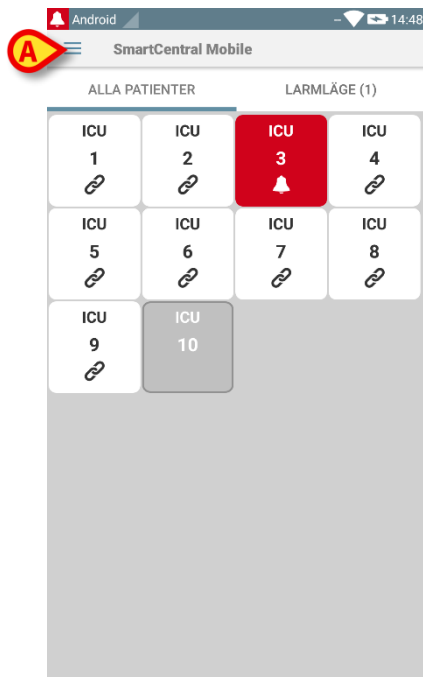

Fig. 20
- Tryck på ikonen  i det övre vänstra hörnet på skärmbilden (**Fig. 20 A**).